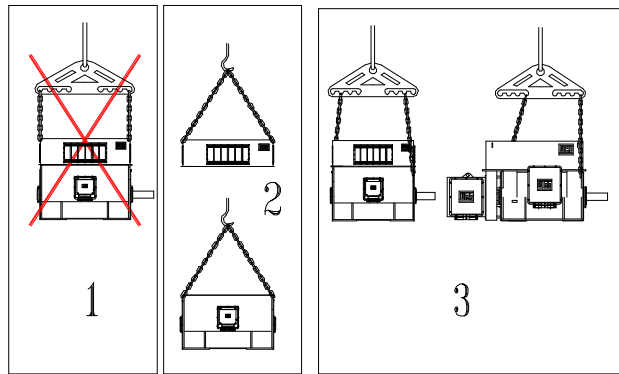

Figura 3.1: Manipulación de motores
- La manipulación del motor debe ser hecha conforme es indicado en las posiciones 2 y 3 de la Figura 3.1;
- En caso de que el centro de gravedad no esté perfectamente en el centro de los cáncamos de suspensión, utilizar una de las formas mostradas en el ítem 3 de la Figura 3.1;